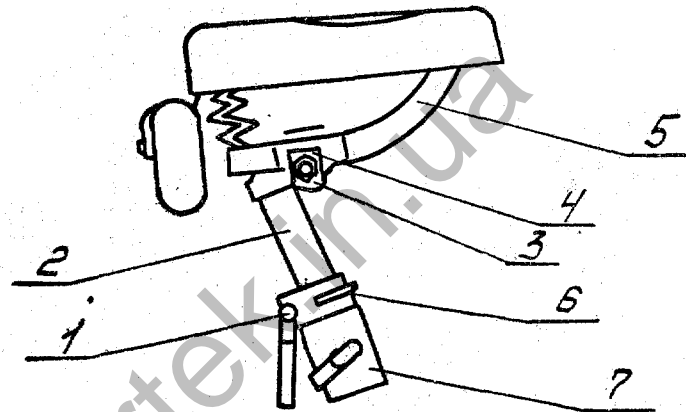

Рис. 6.
4.4. Седло велосипедов (Рис. 6) регулируется по высоте и по расстоянию от рулевой колонки.